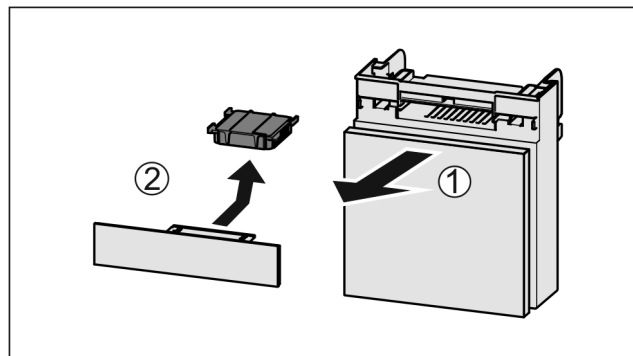

Fig. 205
- Tërhiqni kutinë nga përpara Fig. 205 (1).
- Hiqni filtrin me karbon aktiv Fig. 205 (2).